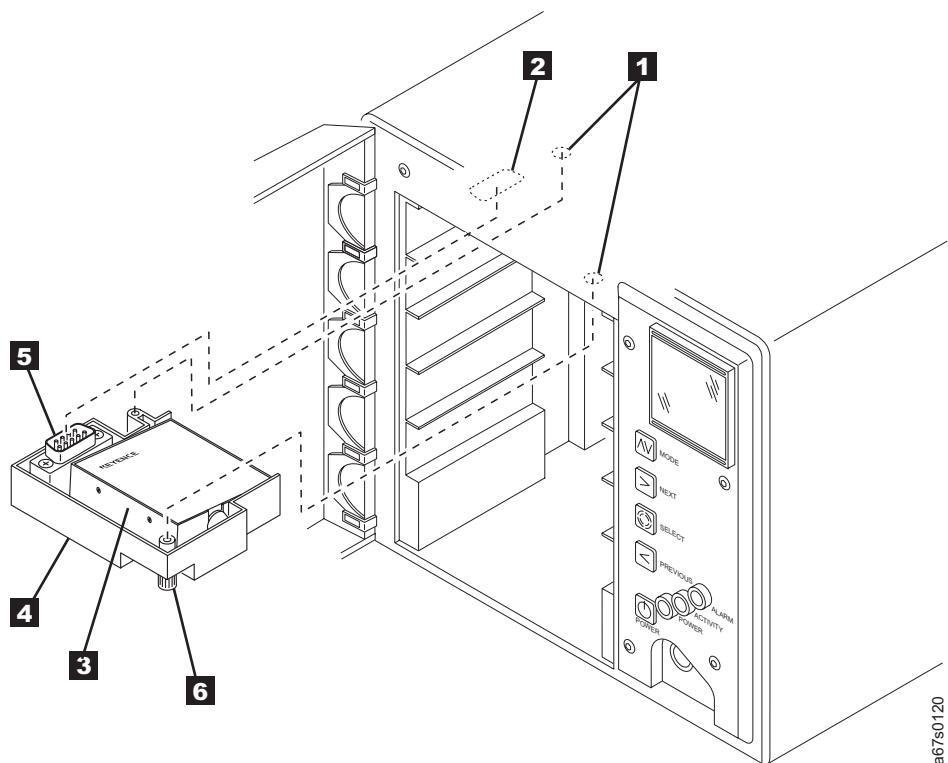

Abbildung 31. Barcode-Leseeinheit installieren
3. Sehen Sie sich Abb. 31 auf Seite 101 an und suchen Sie das Befestigungsschraubloch **1** und den Schnittstellenanschluss **2** an der Innenseite der oberen Platte des Autoloaders direkt über dem Kassettenablagefach 1.